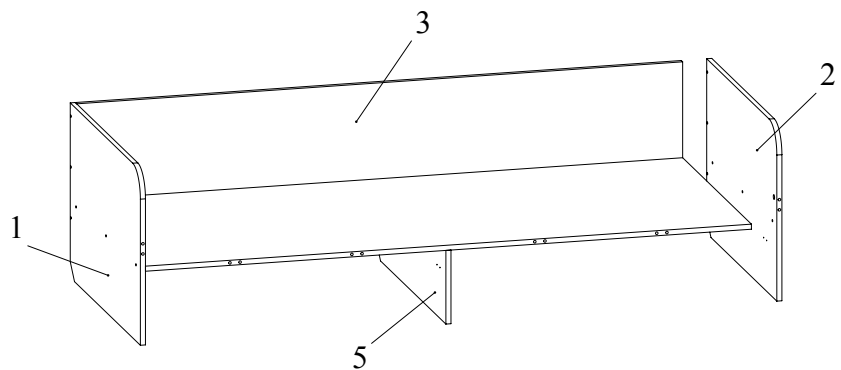

Рис.4
7. Установить дно 4 на стойку 5 и зафиксировать, повернув конфирматным ключом головки минификсов по часовой стрелке до упора. При помощи конфирматов 7x50 скрепить дно 4 с боковиной 1 и стенкой 3 (Рис. 4).
8. Соединить при помощи конфирматов 7x50 боковину 2 с дном 4 и стенкой 3 (Рис. 4).